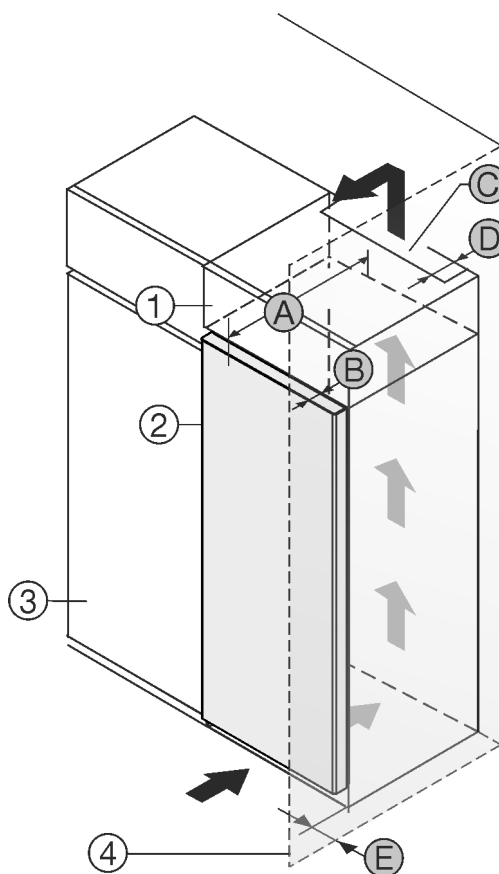

Fig. 1
Puede colocar el electrodoméstico directamente al lado del armario de cocina Fig. 1 (3).\*
En la parte trasera del armario superior debe haber una cámara de salida de aire con una profundidad Fig. 1 (D) que abarque toda la anchura del armario.\*
Bajo el techo de la estancia debe mantenerse la sección transversal de ventilación Fig. 1 (C).\*
Si el electrodoméstico se instala con las bisagras junto a una pared Fig. 1 (4), la distancia entre el electrodoméstico y la pared debe ser de como mínimo 13 mm .\*
Para poder abrir totalmente la puerta, el electrodoméstico debe sobresalir la profundidad de la puerta Fig. 1 (B) respecto del frente del armario de cocina. El electrodoméstico puede sobresalir más en función de la profundidad de los armarios de cocina Fig. 1 (3) y del uso de distanciadores de pared.\*